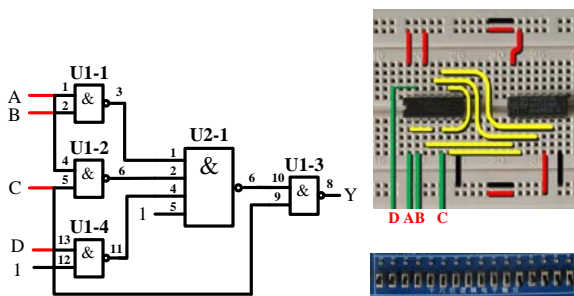

图 13 连接输入信号
- 5、**连接输入信号,** 将输入信号 A、B、C、D 对应管脚, 用一头直一头弯的丁字线, 与实验箱上的逻辑电平开关连接, 如图 13 所示